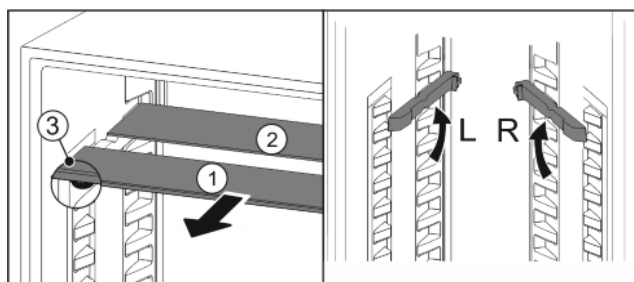

Fig. 22
- ▶ По одной извлеките Fig. 22 (1) стеклянные панели движением вперед.
- ▷ Стеклянная панель Fig. 22 (1) со стопорами лежит спереди.
- ▷ Стопоры показывают вниз Fig. 22 (3).